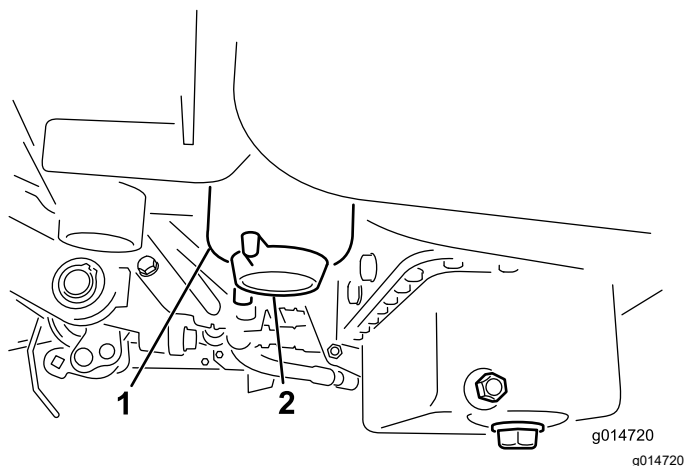

Figure 38
2. Nettoyez la surface autour des supports de la cartouche du filtre (Figure 38).
4. Ouvrez le robinet du filtre (Figure 38).